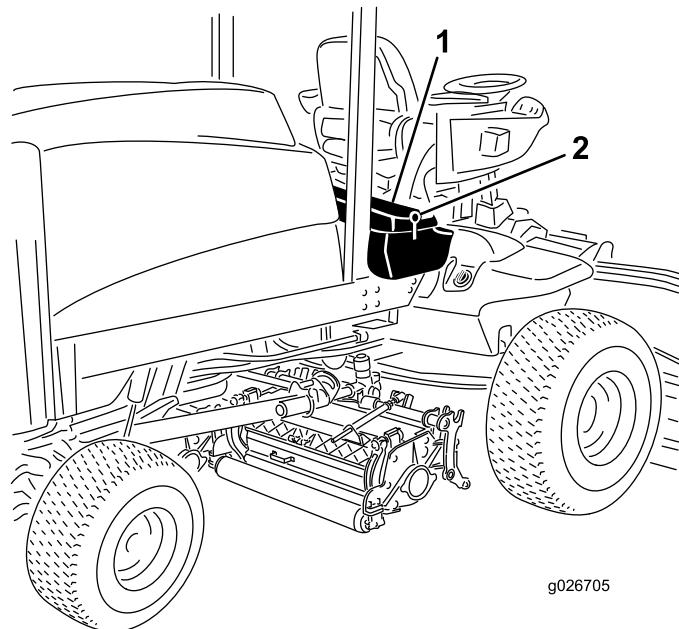

図 83
1. 運転席のコンソールパネルのラッチを外して持ち上げる図 83。